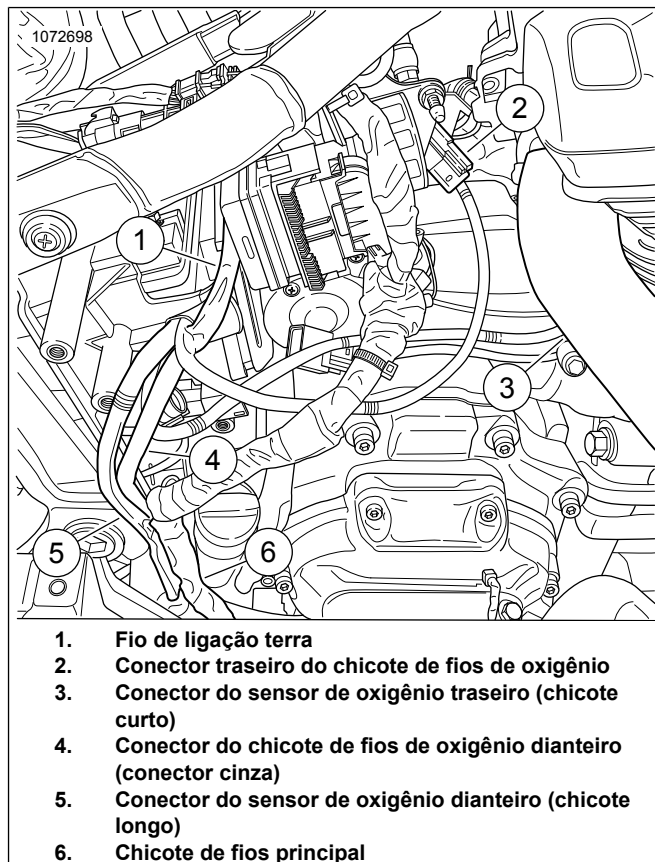
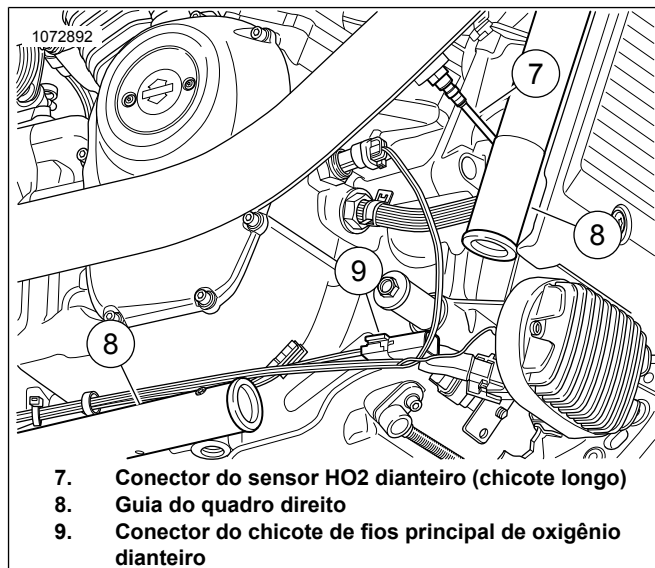

Figura 24. Orientação do chicote de fios do ATM
Figura 25. Orientação do chicote de fios do ATM dianteiro (peças removidas para maior clareza)
16. Veja Figura 24 e Figura 25. Oriente o chicote de fios do oxigênio dianteiro com o conector cinza (4) para fora do compartimento da bateria:
- Localize o chicote de fios principal (6).
- Oriente o chicote de fios (4) com o conector cinza pelo chicote de fios principal em direção ao conector do chicote de fios principal dianteiro (9).
- Fixe o chicote de fios no lado interno da guia do quadro direito (8) com as abraçadeiras se necessário.
17. Oriente o conector do chicote de fios preto (2) no chicote de fios principal. As cores dos conectores devem ser correspondentes: preto com preto.
- Oriente o chicote de fios do sensor de oxigênio dianteiro (5) para fora do compartimento da bateria.
- Oriente o chicote de fios (5) pelo chicote de fios principal até o sensor de oxigênio dianteiro (7).